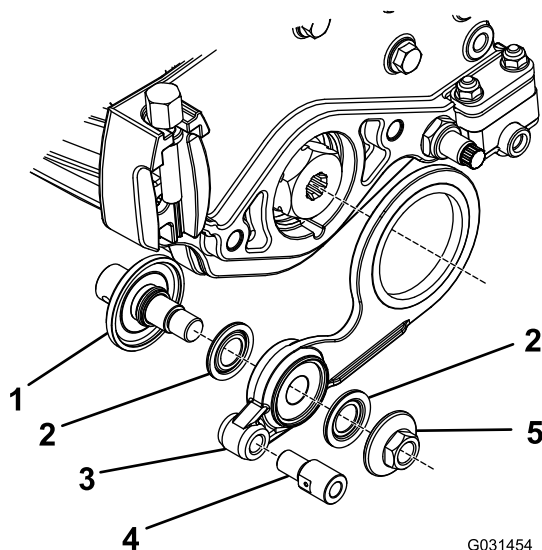

图 16
1. 如 图 16 所示将散装零件装到怠轮总成上。
注意 如果要安装怠轮总成到 图 16 中的对面请按相反顺序安装零件 1 至 5。